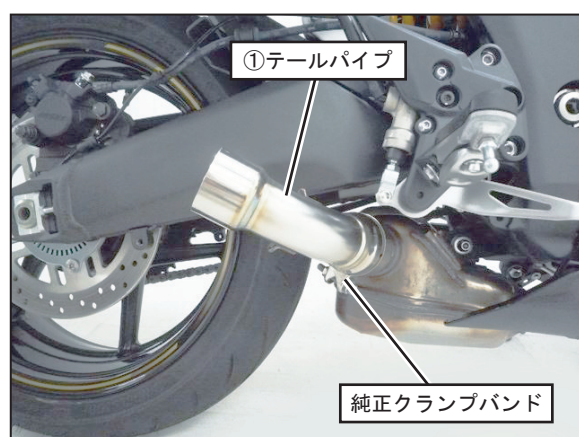

FIG. 5
5. ①テールパイプを車両に取り付け、純正クランプバンドを仮締めして下さい。（FIG. 5 参照）